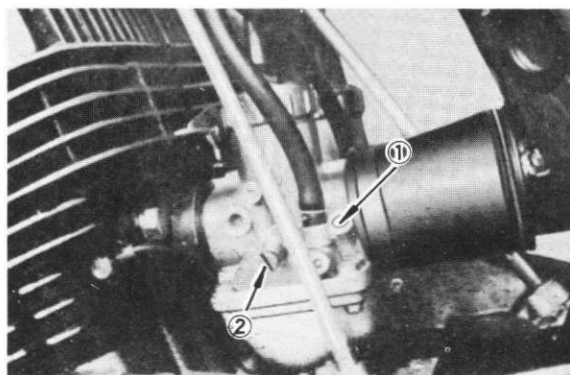

Fig. 4-18-4
- e. Start the machine and let it warm up. Synchronize the idle speed so that both cylinders pull evenly at 1,300-1,500 rpm. The idle speed adjuster is screwed into the side of the carburetor. Screwing it in increases idle speed, screwing it out decreases idle speed (Fig. 4-18-4).
- e. Mettre le moteur en marche et le laisser se réchauffer. Synchroniser les vitesses de ralenti de telle sorte que les deux cylindres aient un régime uniforme compris entre 1.300 et 1.500 tr/mn. La vis de réglage de la vitesse de ralenti est prévue sur le côté de chaque carburateur. En la vissant, on augmente la vitesse de ralenti; en la dévissant, on diminue la vitesse de ralenti (Fig. 4-18-4).
- e. Motor in Gang bringen und warmlaufen lassen. Die Leerlaufgeschwindigkeit ist so zu synchronisieren, dass beide Zylinder mit einer Drehzahl von 1.300-1.500 regelmässig arbeiten. Die Regulierschraube für die Leerlaufgeschwindigkeit des Motors ist seitlich am Vergaser eingeschraubt. Durch Hineinschrauben wird die Leerlaufgeschwindigkeit erhöht und durch Heraus-schrauben herabgesetzt (Abb. 4-18-4).